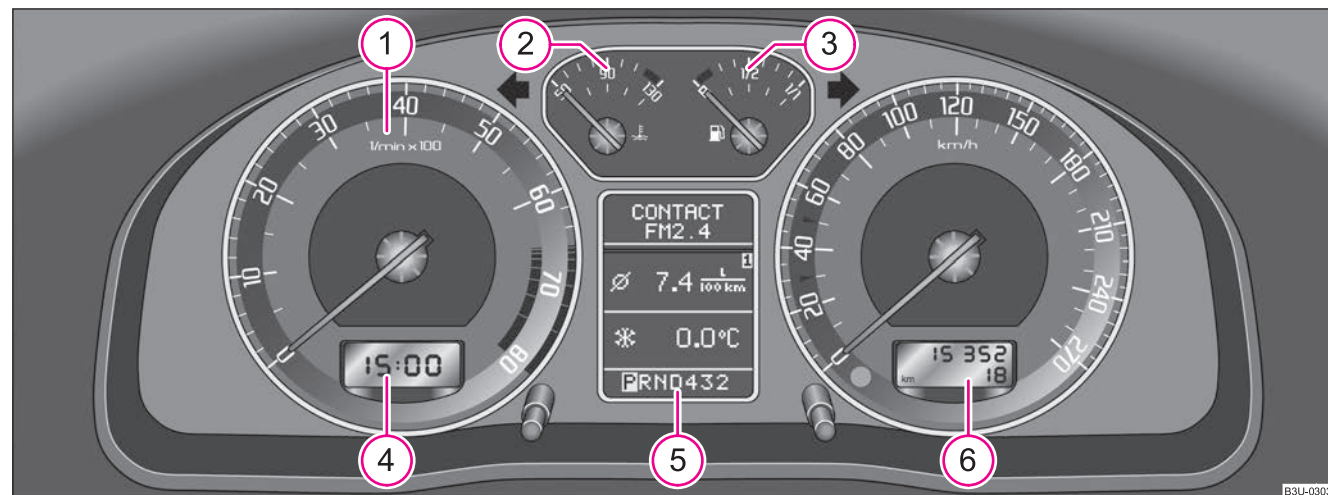

Fig. 2 Strumento combinato
L'inizio della zona rossa del contagiri ① ⇒ pag. 11, fig. 2 segnala per tutte le marce il numero di giri massimo ammesso per il motore rodato e alla temperatura di esercizio. Prima di raggiungere la zona rossa è opportuno innestare la marcia superiore oppure portare la leva selettoria del cambio automatico in posizione **D**.
L'indicatore di temperatura liquido di raffreddamento ② ⇒ pag. 11, fig. 2 è operativo solo con accensione inserita.
L'indicatore di riserva carburante ③ ⇒ pag. 11, fig. 2 è attivo solo con accensione inserita.